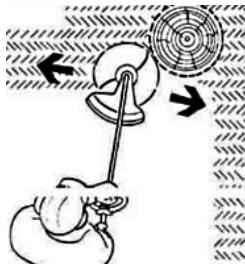

Рисунок 12
4.3.6 Не допускайте стику котушки і тримерної жилки з дротами огорож, каміннім, бордюрами, твердим покриттям доріжок і подібних предметів, для запобігання передчасного зносу (вкорочення) тримерної жилки, пошкодження котушки та появи травм. Не допускайте торкання працюючим інструментом стовбуров дерев, чагарників та інших насаджень для запобігання їх пошкодження (рис. 12).